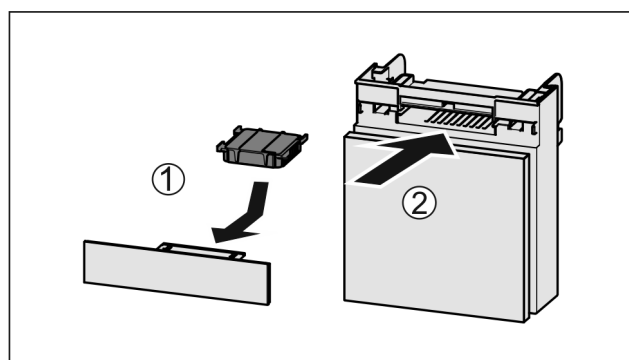

Fig. 59
- ▶ Insérer le filtre à charbon actif d'après le schéma Fig. 59 (1).
- ▶ Insérer le compartiment Fig. 59 (2).